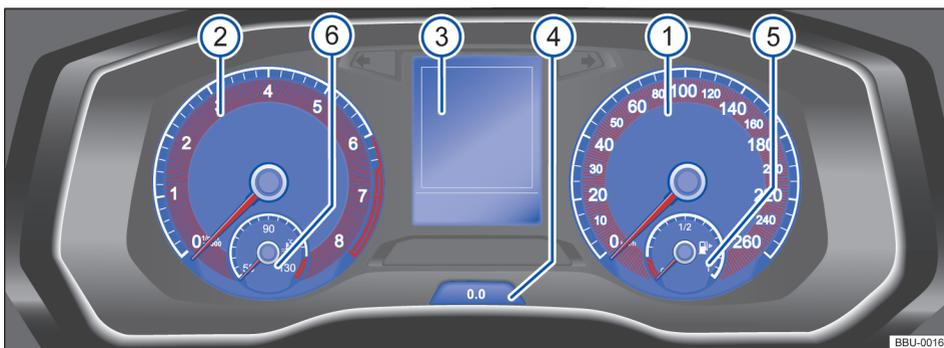
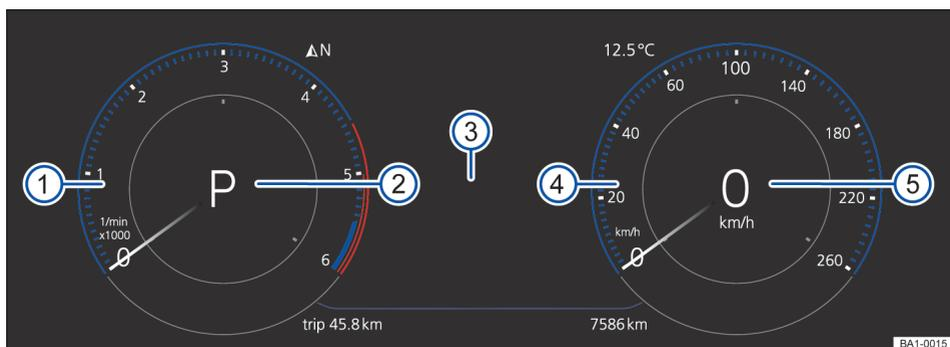

Fig. 11 Instrumento combinado do painel de instrumentos.
Fig. 12 Active Info Display no painel de instrumentos.
Esclarecimento dos instrumentos → Fig. 11:
Esclarecimento dos instrumentos → Fig. 12:
- (C), (D)** **Não prosseguir!** Uma ou mais portas não estão fechadas corretamente → Página 73.
No display do instrumento combinado → Fig. 11 ③ ou → Fig. 12 ③ pode ser exibida diversas informações dependendo da versão do veículo: